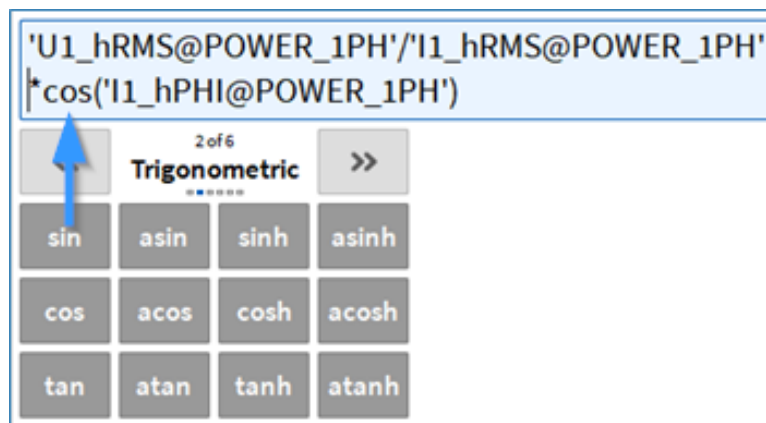

Abb. 7.76: Trigonometrische Operatoren in Kombination mit Array-Kanälen
- Trigonometrische Operatoren (siehe Abb. 7.76)